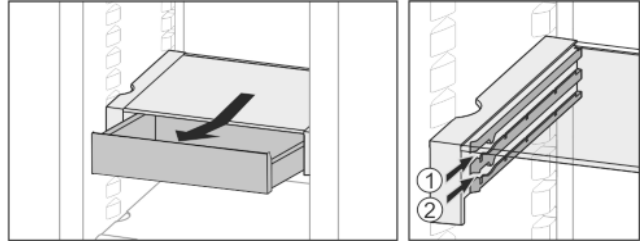

Fig. 21
- ▶ Lükake suvalisel kõrgusel Fig. 21 (1) või Fig. 21 (2) sisse.